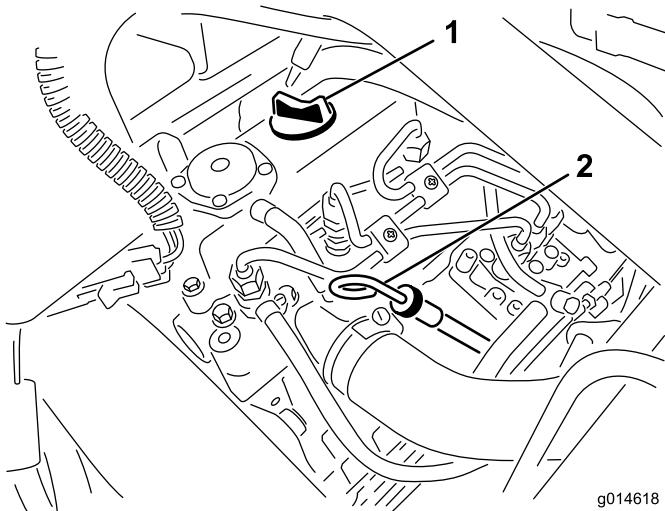

Bild 25
2. Nehmen Sie den Peilstab heraus und wischen Sie ihn mit einem sauberen Lappen ab (Bild 25). Stecken Sie den Peilstab in das Rohr und stellen Sie sicher, dass er vollständig eingeführt ist. Entfernen Sie den Peilstab und prüfen den Ölstand. Nehmen Sie bei einem niedrigen Ölstand den Fülldeckel von der Ventilabdeckung ab und gießen Sie **langsam** genug Öl in die Öffnung, bis der Ölstand die Vollmarke am Peilstab erreicht. Gießen Sie Öl langsam ein und prüfen Sie den Ölstand häufig während des Füllens. **Füllen Sie nicht zu viel ein.**